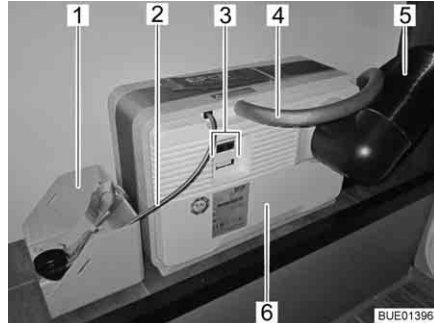
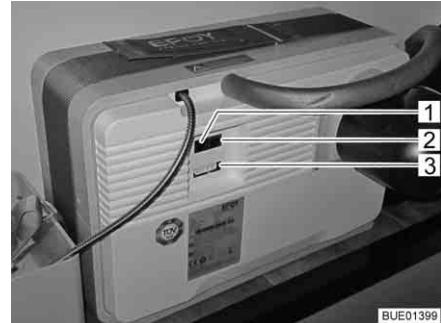
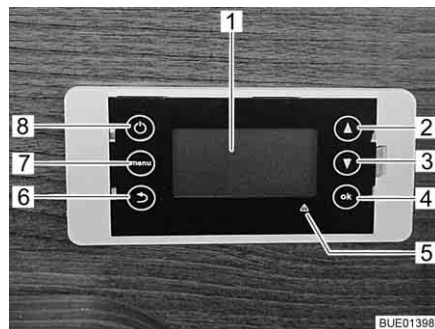

Bild 168 Bränslecell med tankpatron
Bild 169 Anslutningsfält bränslecell
Bild 170 Kontrollenhet bränslecell
Bränslecellen består av flera komponenter, som är monterade i det bakre bagageutrymmet (Bild 168), och en kontrollenhet (Bild 170) i bodelen.
På bränslecellen (Bild 168,6) finns:
- anslutningen för frånluftsslange (Bild 168,4) resp. påfyllningsöppningen för servicevätskan
- värmeavledningsröret (Bild 168,5)
- elanslutningar (Bild 168,3) med datagränssnitt (Bild 169,2), apparatanlutning (Bild 169,3) och anslutning för kontrollpanelen (Bild 169,1)
Till bränslecellen hör en tankpatron, som kopplas till bränslecellen (Bild 168,6) via tankanslutningen (Bild 168,2).
Tankpatronen är fastsurrad i tankpatronhållaren (Bild 168,1).
Bränslecellen laddar automatiskt bodelsbatteriet när bodelsbatteriets spänning sjunker under 12,3 V och bränslecellen har aktiverats med på/av-knappen (Bild 170,8).
Displayen (Bild 170,1) på kontrollenheten har fyra rader.
Med menyknappen (Bild 170,7) kan huvudmenyn öppnas:
Vid fel lyser den röda felindikeringen (Bild 170,5) och ett meddelande visas på displayen. Meddelandet består av en felkod och anvisningar för hur felet kan åtgärdas.